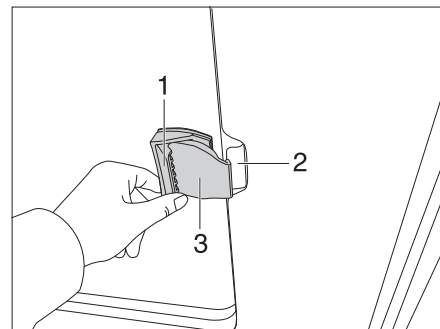

Bild 64 Skjutfönster utan lås
- Dra handtagssluckan (Bild 64,1) och skjut handtaget samtidigt framåt eller bakåt.